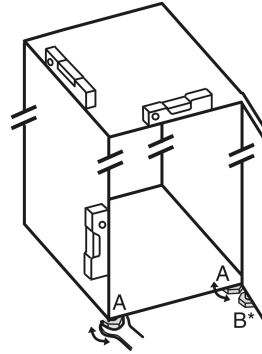

Fig. 4
- ▶ Выкрутите регулируемые опоры Fig. 4 (A) при помощи входящего в комплект поставки рожкового ключа и, используя уровень, выставьте устройство прочно и ровно по горизонтали.
- ▶ Выверните регулируемую опору Fig. 4 (B) на нижнем опорном кронштейне при помощи входящего в комплект поставки рожкового ключа до ее соприкосновения с полом.
- ▶ Поверните регулируемую опору Fig. 4 (B) еще на 90°.